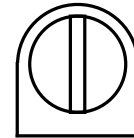

Fig. 7
*Der Steg der Hahnkupplung muss genau parallel zu den Seitenkanten des MPT Titrinos liegen, siehe Fig.7.*